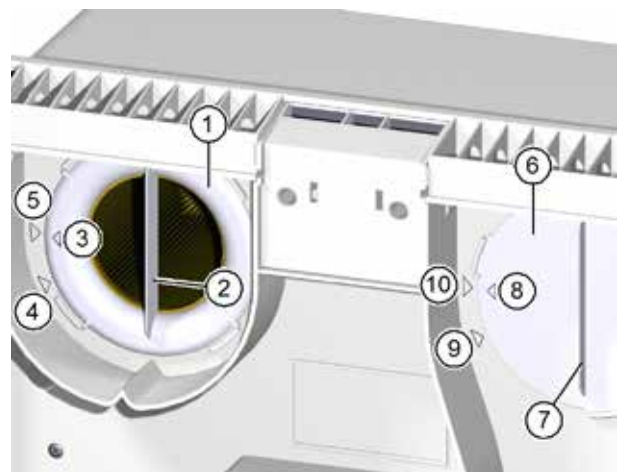

Abb. 14: Filter entfernen
- ▶ Drehen Sie den Filterring (Pos. 1 in Abb. 14) an der Griffleiste (Pos. 2 in Abb. 14) gegen den Uhrzeigersinn, bis der Pfeil am Filterring (Pos. 3 in Abb. 14) auf den Pfeil der Entnahmeposition (Pos. 4 in Abb. 14) zeigt.
- ▶ Drehen Sie den Filterdeckel (Pos. 6 in Abb. 14) an der Griffleiste (Pos. 7 in Abb. 14) gegen den Uhrzeigersinn, bis der Pfeil (Pos. 8 in Abb. 14) am Filterdeckel auf den Pfeil der Entnahmeposition (Pos. 9 in Abb. 14) zeigt.
- ▶ Achten Sie darauf, dass der Filterring so orientiert ist, dass der Pfeil auf dem Filterring (Pos. 3 in Abb. 14 auf Seite 20) mit dem Pfeil der Entnahmeposition (Pos. 4 in Abb. 14 auf Seite 20) fluchtet.
- ▶ Drehen Sie den Filterring im Uhrzeigersinn bis der Pfeil auf dem Filterring (Pos. 3 in Abb. 14 auf Seite 20) mit dem Pfeil der Arretierposition (Pos. 5 in Abb. 14 auf Seite 20) fluchtet.
- ▶ Kontrollieren Sie die Position von Filterring und Filterdeckel. Die Griffleisten müssen senkrecht stehen und die Pfeile auf Filterring und Filterdeckel müssen mit den Pfeilen der Arretierposition fluchten (siehe Abb. 14 auf Seite 20).